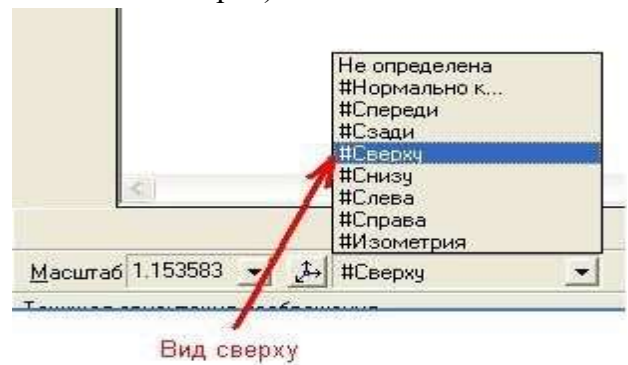

Рис. 2
6. Выбрать вид **Сверху** из списка стандартных ориентаций в **Строке** текущего состояния (Рис. 2).